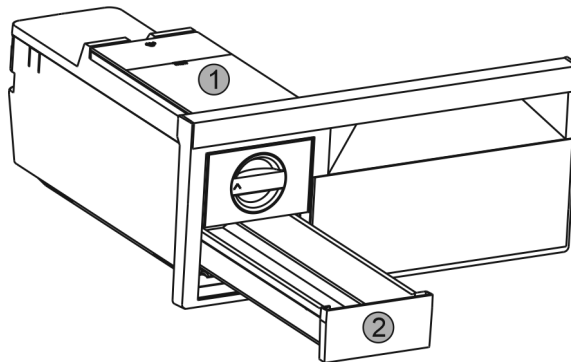

Fig. 35
► Enlever le réservoir d'eau Fig. 35 (1) et le tiroir à glaçons Fig. 35 (2).